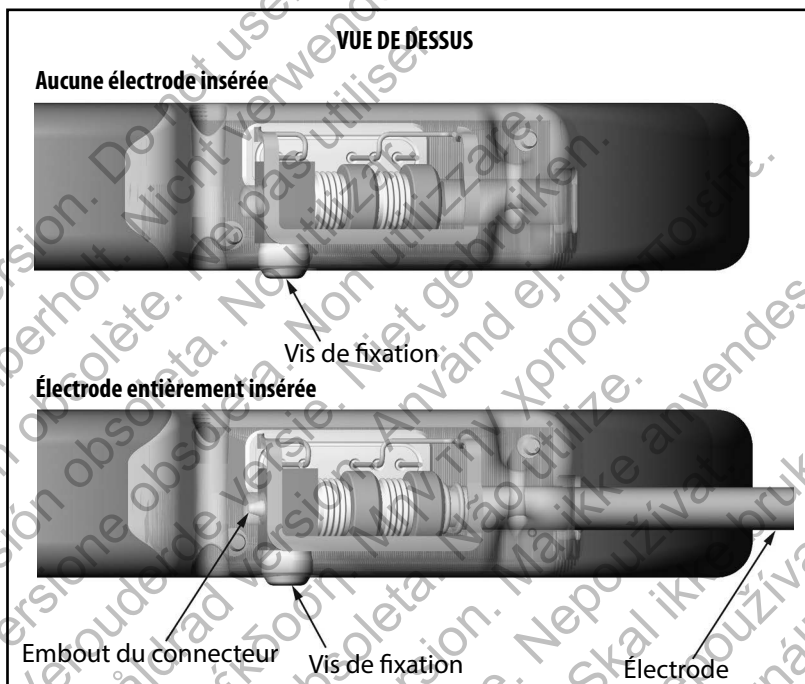

Figure 17 : Position du connecteur de l'électrode sous-cutanée
3. Tout en laissant le tournevis dynamométrique en place, insérer complètement l'électrode sous-cutanée dans le port de l'électrode. Saisir l'électrode sous-cutanée à proximité du connecteur et l'insérer directement dans celui-ci. L'électrode est entièrement insérée lorsque l'embout du connecteur dépasse du bloc connecteur vu du dessus. Se reporter à la figure 17 pour découvrir le bloc connecteur sans l'électrode insérée (panneau supérieur) et avec l'électrode entièrement insérée (panneau inférieur). Appliquer une pression sur l'électrode sous-cutanée afin de la maintenir en position et veiller à ce qu'elle reste complètement insérée dans le connecteur.